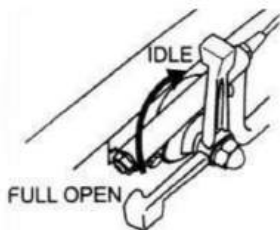

Fig 11
1. Flytta gasreglaget snabbt från HELT ÖPPEN till TOMGÅNGSläget (Fig 11) och kör motorn i tre minuter på låg hastighet. Efter att motorn svalnat, starta/stoppa motorn